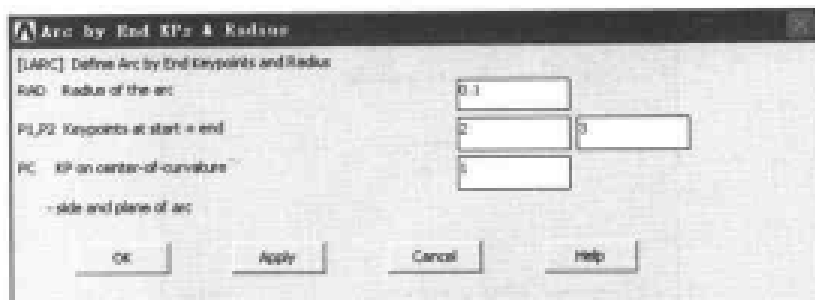

图 11-16 由关键点和半径生成圆弧对话框
(3) 选择 Main Menu | Preprocessor | Modeling | Create | Lines | Arcs | By End KPs & Rad 命令, 出现 Arc by End KPs & Rad 菜单, 在文本框中输入 2, 3, 单击 OK 按钮, 在文本框中输入 1, 单击 OK 按钮, 出现 Arc by End KPs & Radius 对话框, 在 RAD Radius of the arc 文本框中输入 0.1, 如图 11-16 所示, 单击 OK 按钮关闭该对话框。
(4) 参照上一步的操作过程, 分别由以下关键点和半径生成 3 条圆弧线: